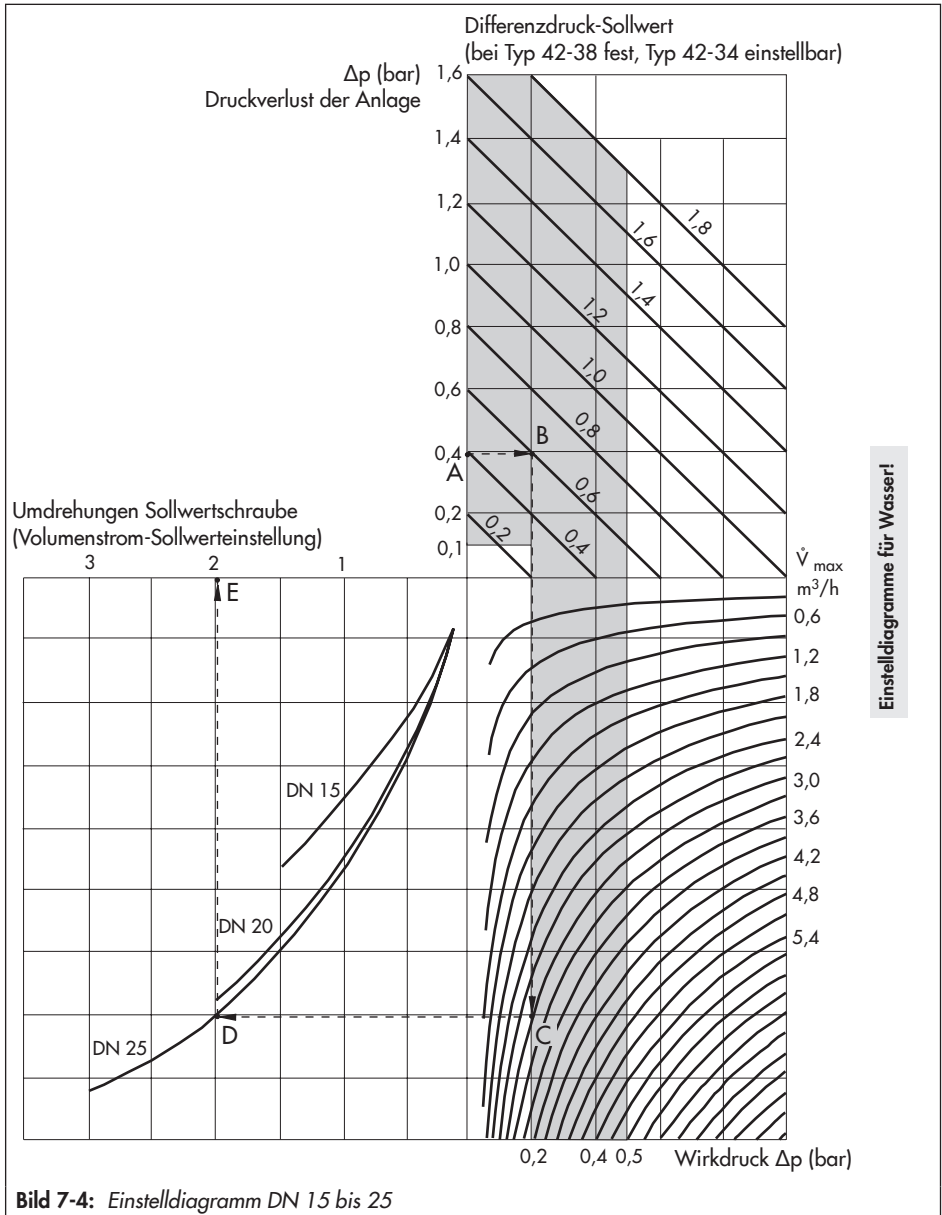

Bild 7-4: Einstellprogramm DN 15 bis 25
Zur Volumenstromeneinstellung bei bekanntem Druckverlust in der Anlage können auch die Einstellprogramme für Wasser genutzt werden, vgl. Bild 7-4 bis Bild 7-9.
Zur VolumenstromEinstellung bei bekanntem Druckverlust in der Anlage die Einstellprogramme für Wasser, Bild 7-4 bis Bild 7-9 benutzen.
Die Kurven der Volumenstrombereiche in den nachfolgenden Diagrammen (Bild 7-4 bis Bild 7-9) gelten für 0,1 bar; 0,2 bar und 0,5 bar.
- Ermitteln der Einstellwerte über Einstell-diagramm Bild 7-4 auf Seite 7-7.
Reihenfolge Punkte **A** bis **E** nach Diagramm in „Bild 7-4: Einstelldiagramm DN 15 bis 25“.
Zum Einstellen des Differenzdrucks nach den Einstell-diagrammen (Bild 7-4 bis Bild 7-9) ist es notwendig, dass der benötigte Sollwert des Antriebs auch auf den errechneten Wert eingestellt werden kann!